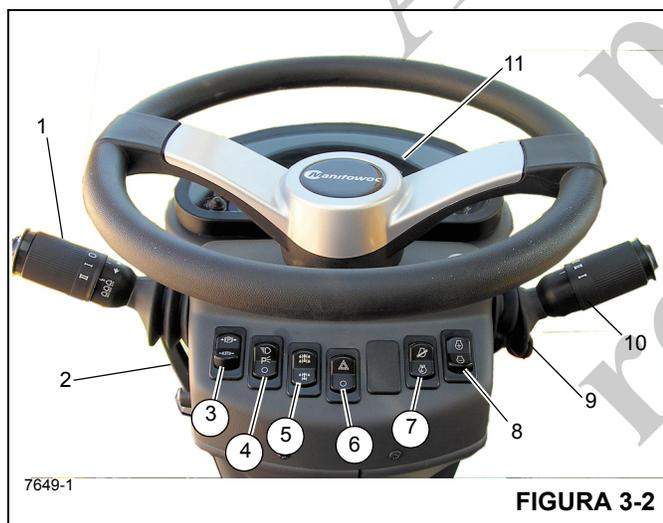

FIGURA 3-2
Todos os controles e indicadores para operar e monitorar as funções do guindaste encontram-se na cabine do guindaste Figura 3-2, incluindo o seguinte:
O conjunto da coluna de direção na Figura 3-2 é uma coluna de direção de pedestal inclinável e telescópica. Ela pode ser inclinada 30° para a frente ou elevada verticalmente cerca de 63,5 mm (2.5 pol.). Inclui também a chave de ignição e o mostrador de indicadores do barramento CAN (11) (Figura 3-2).
Números dos itens da Figura 3-2
A alavanca da sinaleira direcional e controles do limpador/lavador do para-brisa (1) (Figura 3-2) localizam-se no lado esquerdo da coluna de direção. Empurrar a alavanca da sinaleira direcional para baixo faz com a sinaleira direcional esquerda dianteira e a esquerda traseira pisquem. Empurrar a alavanca da sinaleira direcional para cima faz com a sinaleira direcional traseira direita e a dianteira direita pisquem.
A coluna de controle de direção pode ser girada aproximadamente 30° para a frente e elevada cerca de 63,5 mm (2.5 pol.). Movimente a alavanca de controle (2) (Figura 3-2) para baixo para travar a coluna de direção no lugar; girar a coluna de direção para cima libera a coluna de direção para ajuste.
A chave de controle do freio de estacionamento (3) (Figura 3-2) localiza-se na frente da coluna de direção. Esta chave de duas posições (Liga/Desliga) é usada para acionar e liberar o freio de estacionamento no conjunto motor-trans-
A chave dos faróis (4) (Figura 3-2) localiza-se na frente da coluna de direção. Esta chave de três posições (Desliga/Estacionamento/Farol) controla a operação das luzes dos instrumentos, dos LEDs das chaves e das luzes do marcador na dianteira, traseira e na lateral do guindaste. Quando a chave estiver na posição Ligada, as luzes da coluna da direção e da chave acendem.
A chave seletora do eixo de tração (5) (Figura 3-2) localiza-se na frente da coluna de direção. Esta chave de duas posições é usada para selecionar tração nas duas rodas (faixa alta) ou tração nas quatro rodas (faixa baixa). A chave controla uma válvula solenoide (energizada pela tração em duas rodas) que opera a faixa de velocidade e os cilindros de desconexão do eixo da transmissão. Quando a chave é colocada na posição de tração nas quatro rodas, a luz indicadora do eixo de tração na coluna de direção acende.
A chave seletora das luzes de perigo (6) (Figura 3-2) localiza-se na frente da coluna de direção. A chave tem duas posições (ON/OFF) que fazem com que as quatro luzes da sinaleira direcional pisquem ao mesmo tempo quando a chave é posicionado em ON. Quando a chave estiver na posição Ligada, as luzes indicadoras da sinaleira direcional na coluna de direção piscam.
A chave de diagnóstico/controle da rotação do motor (7) (Figura 3-2) é uma chave de duas posições fixas liga/desliga usada para acessar os códigos de falha do motor ou para ativar o controle de baixa rotação do motor e as funções de rotação do motor.
Função de diagnóstico — Com a chave de ignição na posição RUN (Funcionar) e o motor desligado, pressione a parte superior da chave de diagnóstico/controle da rotação do motor para visualizar os códigos de falha do motor no mostrador da coluna de direção. Se houver mais de um código de falha do motor ativo, use a chave de incremento/decremento (8) (Figura 3-2) para avançar e retroceder os códigos
Função da baixa rotação do motor — Com o motor funcionando e a parte superior da chave de diagnóstico/controle de rotação do motor pressionada, a baixa rotação do motor é ajustada por meio da chave de incremento/decremento (8) (Figura 3-2).
Função da rotação do motor — Com o motor funcionando e a parte inferior da chave de diagnóstico/controle de rotação do motor pressionada, a rotação do motor é ajustada por meio da chave de incremento/decremento (8) (Figura 3-2).
A chave de incremento/decremento (8) (Figura 3-2) é uma chave temporária de três posições em que a posição central fixa é a posição desligada. Use esta chave para avançar e retroceder os códigos de falha ativos ou ajustar a rotação do motor.
Função de diagnóstico — Com a chave de ignição na posição RUN (Funcionar), o motor desligado e a parte superior da chave de diagnóstico/controle da rotação do motor (7) (Figura 3-2) pressionada, pressione a parte superior ou inferior da chave de incremento/decremento para avançar ou retroceder os códigos de falha ativos indicados no mostrador da coluna de direção. Se não houver códigos de falha do motor, o mostrador da coluna de direção indicará zeros.
Função de rotação baixa do motor — Com o motor funcionando e a parte superior da chave de diagnóstico/controle da rotação do motor (7) (Figura 3-2) pressionada, pressione a parte superior ou inferior da chave de incremento/decremento para aumentar ou diminuir a baixa rotação do motor.
Função da rotação do motor — Com o motor funcionando e a parte inferior da chave de diagnóstico/controle de rotação do motor (7) (Figura 3-2) pressionada, a rotação do motor é ajustada por meio da chave de incremento/decremento. Pressione rapidamente a parte superior da chave uma vez para ir para rotação máxima; pressione rapidamente a parte inferior da chave para retornar à baixa rotação. Se a rotação do motor estiver abaixo do ajuste máximo da rotação, manter pressionada a parte superior da chave aumenta lentamente a rotação do motor; libere a chave depois de atingir a rotação desejada. Se a rotação do motor estiver acima do ajuste mínimo da rotação, manter pressionada a parte inferior da chave diminui lentamente a rotação do motor; libere a chave depois de atingir a rotação desejada.
A alavanca de câmbio (10) (Figura 3-2) localiza-se no lado direito da coluna de direção. A alavanca de controle aciona a válvula seletora da transmissão eletricamente. Posicionar a alavanca para cima aciona o avanço e posicionar a alavanca para baixo aciona a ré. Quando a alavanca está em neutro, ela permanece em um recorte. Para movimentar a alavanca para cima ou para baixo, puxe primeiro a alavanca para cima. Para mudar a transmissão para primeira, segunda ou terceira marcha, gire o botão para 1, 2 ou 3.